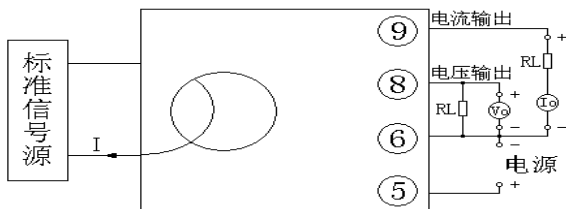

图 6 产品精度试验（电压/电流输出）接线图
① 高精度大电流仪表校验仪输出直接接入, 如图 6, 记录仪表校验仪的显示数据;
② 使用普通高精度仪表校验仪作为信号源时, 采用安匝法输入。校验仪输出的小电流 (5A、10A 或更高), 输送到变送器的输入线圈中, 在校验仪输出端串接精密电流表监测输入电流, 根据安匝法折算出输入电流 I 的值。